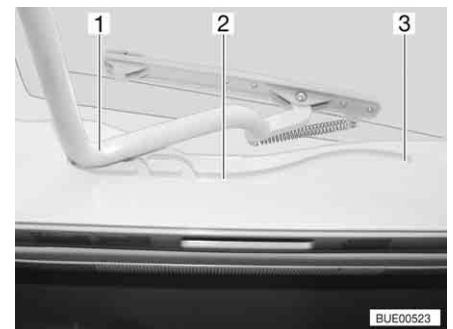

Fig. 69 Oblò Heki, guida
- Tirare la staffa (Fig. 69,1) nelle guide (Fig. 69,2) fino alla posizione più all'indietro (Fig. 69,3).
- Spingere la staffa (Fig. 69,1) leggermente verso l'alto con ambedue le mani.
- Tirare la staffa nelle guide (Fig. 69,2) fino alla posizione desiderata.